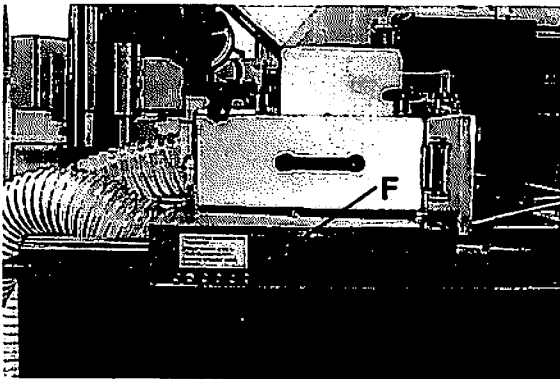

Bild 6.3
- F (Bild 6.3) wöchentlich in alle Ölnippel einige Stöße mit der Ölpressse.